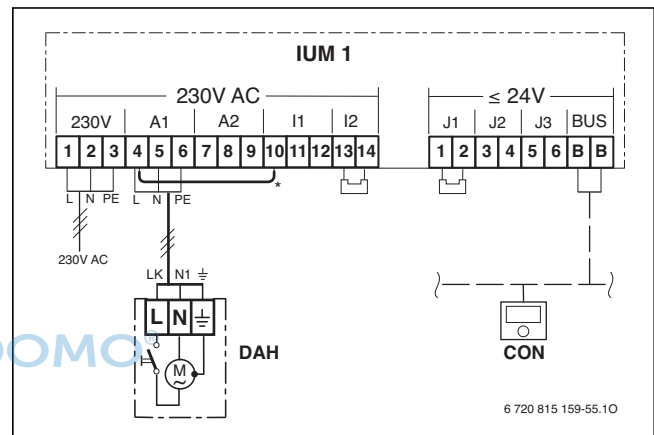

Bild 87 Anschlussplan IUM, Beispiel Funktion als Dunstabzugshaube
- **Dunstabzugshaube:** Bei einer Wärmeanforderung (Heizung oder Warmwasser) wird die eingeschaltete Dunstabzugshaube ausgeschaltet und der Wärmeerzeuger geht in Betrieb (→ Bild 87).
- **Fernstöranzeiger, optisch und akustisch:** Bei einer Sicherheitsabschaltung des Wärmeerzeugers (z. B. bei Gasmangel) liegt am Anschluss A1 des IUM eine Spannung von 230 V AC an. Die Fernstöranzeige spricht an. Die Störung wird so lange angezeigt, bis die Störungen behoben und der Wärmeerzeuger entriegelt wird. Bei entsprechender Kodierung ist der Anschluss von 2 Fernstöranzeigen (A1 und A2, → Bild 87) möglich. Störungen werden auch über die angeschlossene Bedieneinheit angezeigt.
Die gewünschte Funktion wird über eine Kodierung mit Hilfe einer oder mehrerer Brücken eingestellt (→ Bild 87, Anschlussklemmen J1-J3).